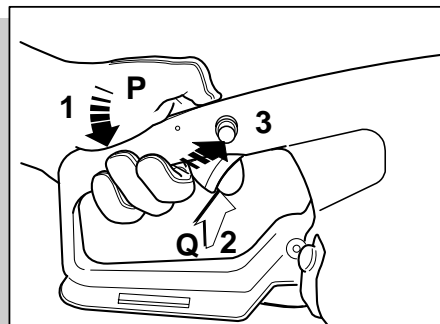

fig. 7
- Brug startgasindstillingen R ved at trykke på sikkerhedsknappen P med håndfladen og bevæge gashåndtaget Q (fig. 7).